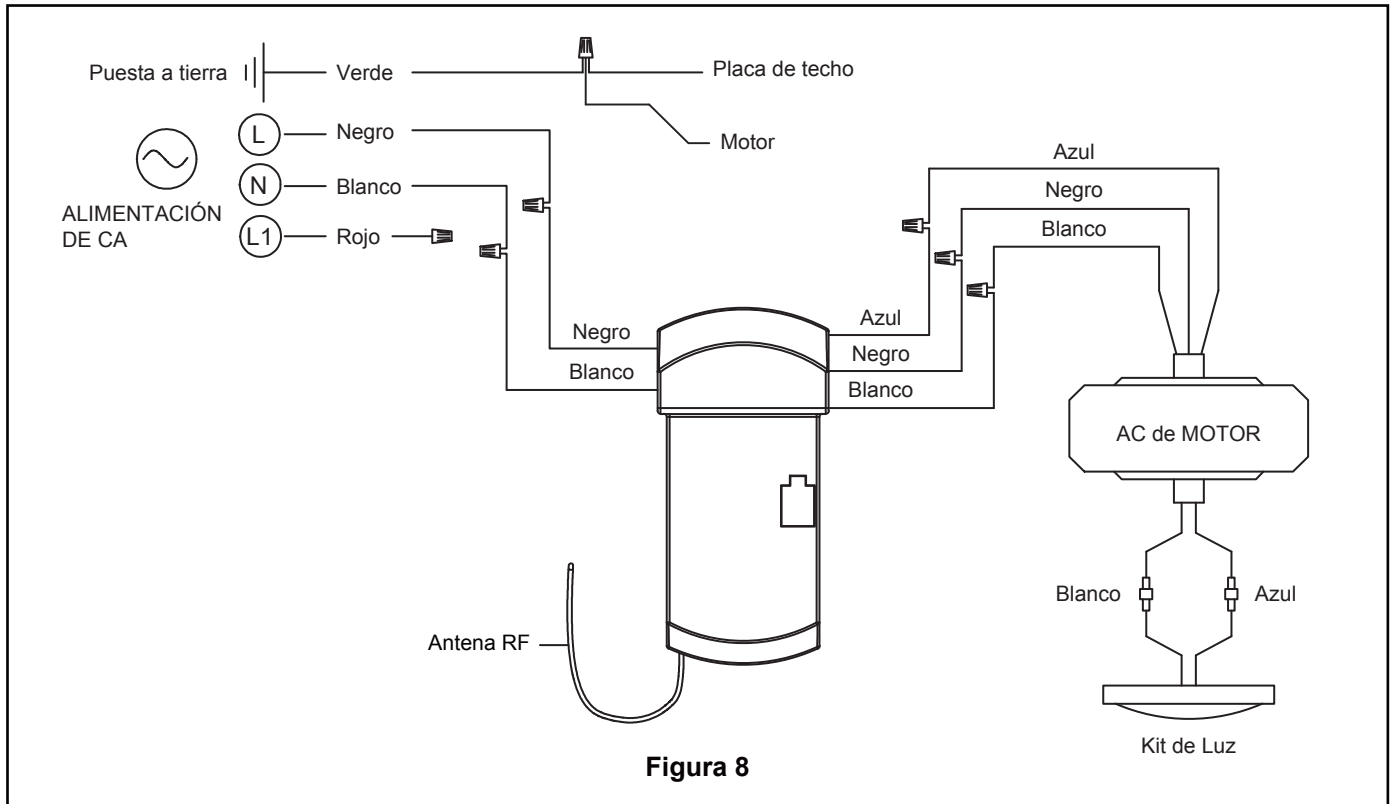

Figura 8
7. Conecte los conductores verdes de la placa de techo y conductor verde del suministro (puesta a tierra) y los conductores verdes de la motor con el conector de cables. Conecte el conductor negro de la unidad receptora marcado "AC IN L" al conductor negro de alimentación con el conector de cables. Conecte el conductor blanco de la unidad receptora marcado "AC IN N" al conductor blanco de alimentación con el conector de cables. Conecte el conductor blanco de la unidad receptora marcado "TO MOTOR N" al conductor blanco del ventilador con el conector de cables incluido con la unidad receptora. Conecte el conductor negro de la unidad receptora marcado "TO MOTOR L" al conductor negro del ventilador con el conector de cables que se adjunta con la unidad receptora. Finalmente, conecte el conductor azul de la unidad receptora al conductor azul de la iluminación del ventilador con el conector de cables que se adjunta con la unidad receptora. Segura el cable de suministro rojo con cable conector. (Figura 8)
8. Luego de empalmar los cables y realizar la conexión, sepárelos y dóblelos hacia arriba con el conductor con conexión a tierra y el unidad del techo a tierra de equipo debe ir en un lado de la caja de distribución eléctrica y el unidad del techo a tierra debe ir del otro lado. (Figura 8)